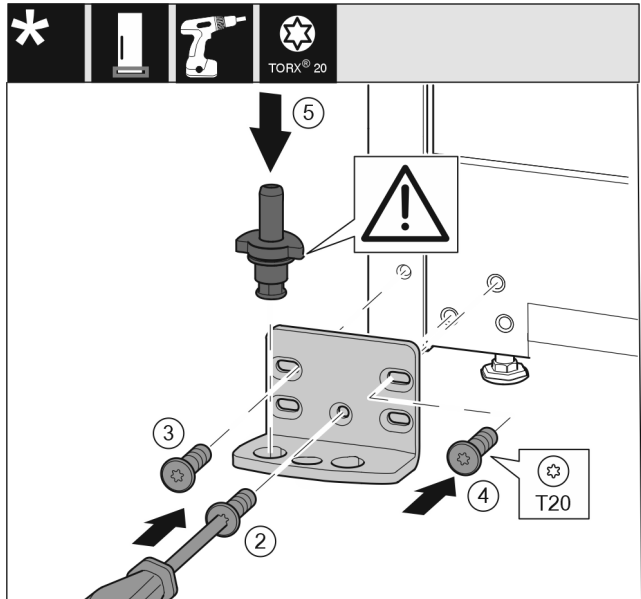

Fig. 15
- ▶ Vndosni bazamentin mbështetës në anën tjetër dhe mbërthejeni me ndihmën e një kaçavide T20. Filloni me vidën 2 poshtë në mes. Fig. 15 (2)
- ▶ Mbërtheni fort vidën 3 dhe 4. Fig. 15 (3,4)
- ▶ Vndosni komplet në vend bazamentin mbështetës. Këtu bëni kujdes që gungat e kapjes të jetë të kthyer nga poshtë. Fig. 15 (5)